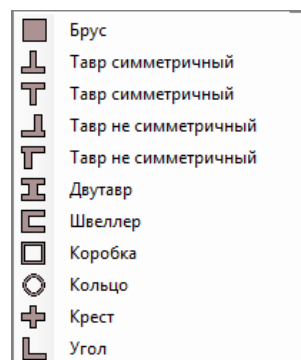

Рис. 2.342. Список параметрических сечений
• **Параметрические сечения** (кнопка  **Параметрические сечения**). В списке **Параметрические сечения** приведены стандартные типы параметрических сечений (рис. 2.342). Переход к необходимому типу параметрического сечения осуществляется щелчком мыши по выбранному элементу списка.